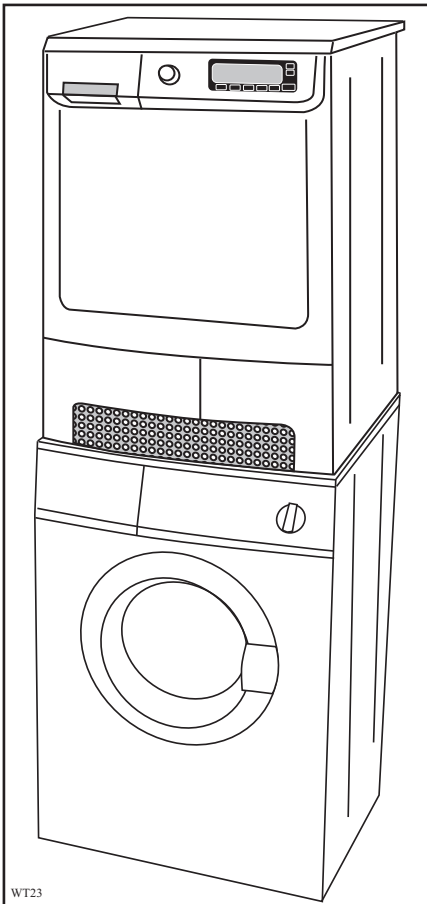

Abb. 15
- Modelle mit Klappe am Sockel (Abb. 15, 16 und 17).